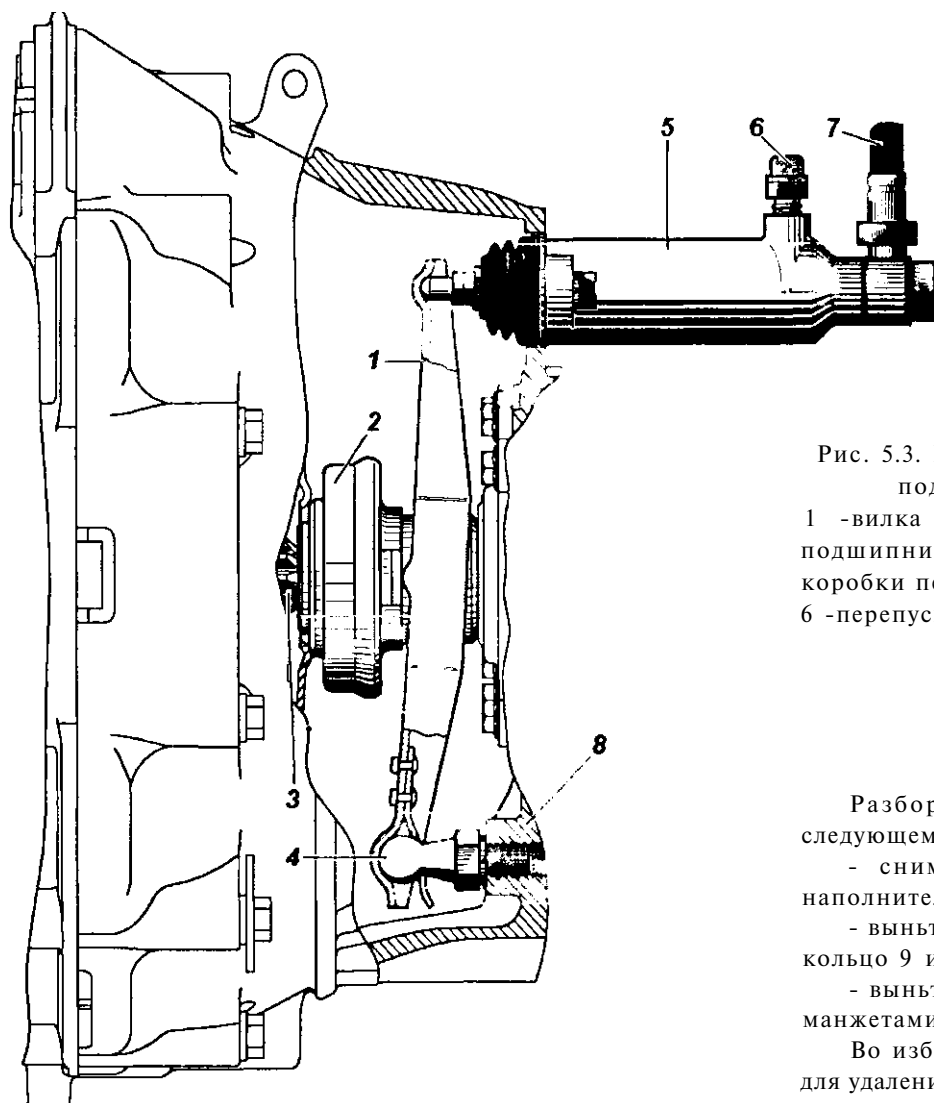

Рис. 5.3. Привод выключения сцепления (выжимной подшипник, вилка и рабочий цилиндр):
- отсоедините шланг 7 (см. рис. 5.3) от рабочего цилиндра;